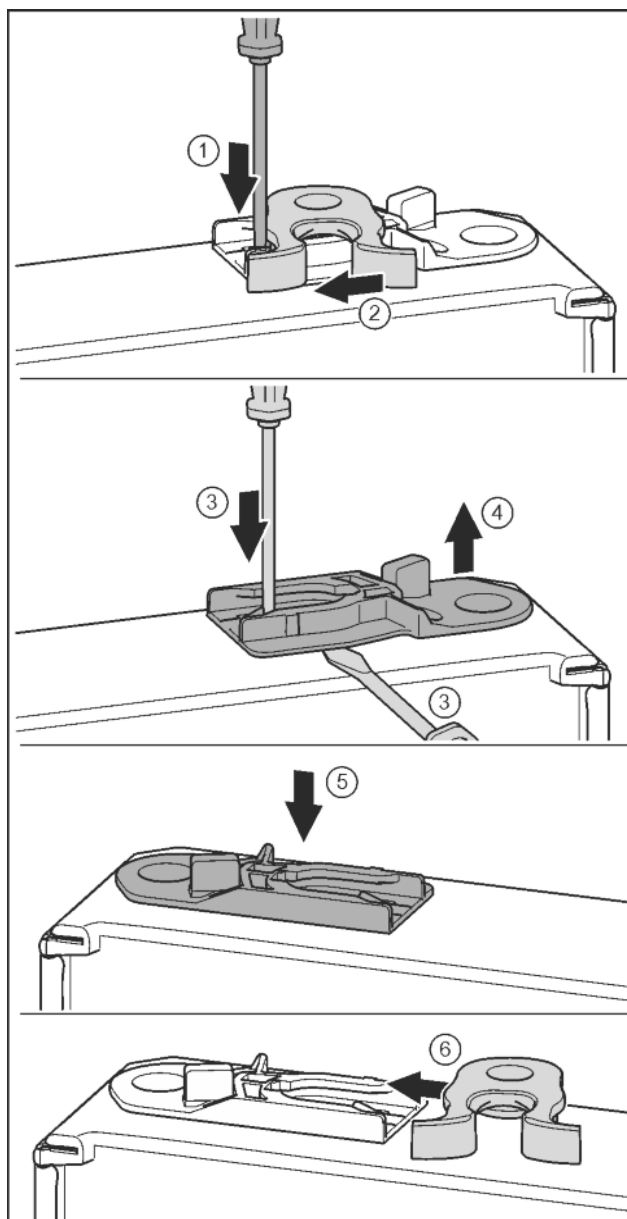

Fig. 18
- Pousser vers le bas la languette avec un tournevis plat. Fig. 18 (1)
- Tirer le crochet de fermeture en dehors du guide. Fig. 18 (2)
- Sortir la douille de guidage : Pousser la languette avec un tournevis plat et la faire passer simultanément sous la douille de guidage avec un tournevis plat. Fig. 18 (3, 4)
- Pousser la douille de guidage fournie à la livraison de l'autre côté du logement. Fig. 18 (5)
- Pousser le crochet de fermeture dans le guide. Fig. 18 (6)